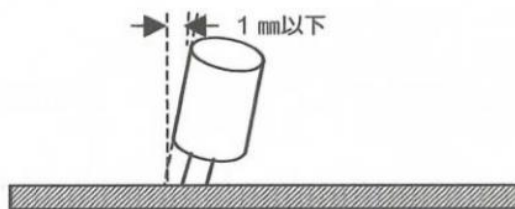

図4 基板の取付け
- ④ 炭素被膜抵抗器以外の部品は基板に対して垂直に取付けること、各部品の曲がりの範囲は図4のとおりとする。